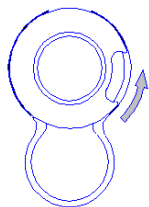

Fig. 1
1. Tourner la partie plastique du MTAG pour libérer le bout de la bague (Fig. 1)
1. Rotate the plastic part of MTAG until the end of the ring is exposed (Fig. 1)